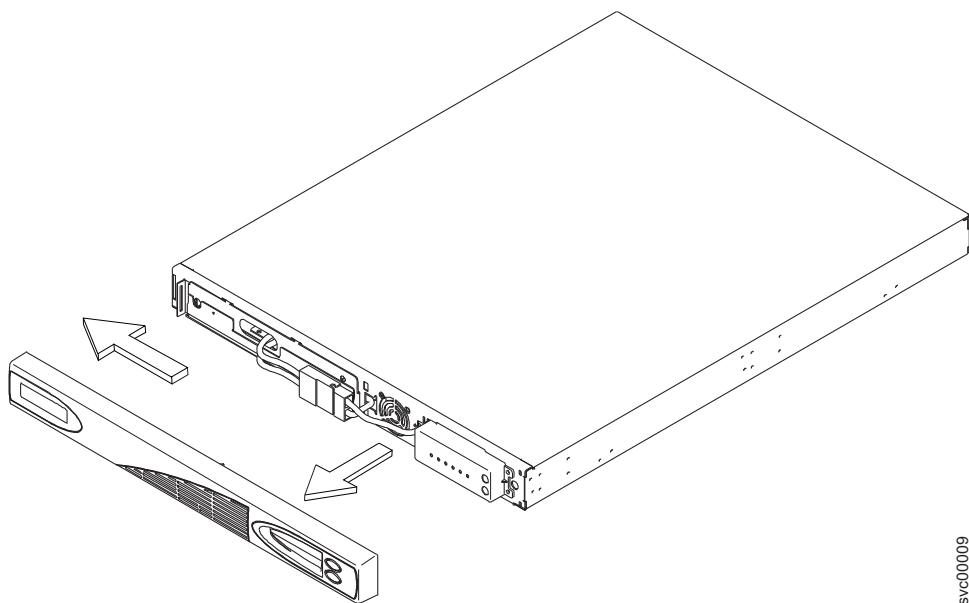

図 220. 2145 UPS-1U のフロント・パネルの取り外し
5. 283 ページの図 220 に示すように、2145 UPS-1U フロント・パネルを取り外します。